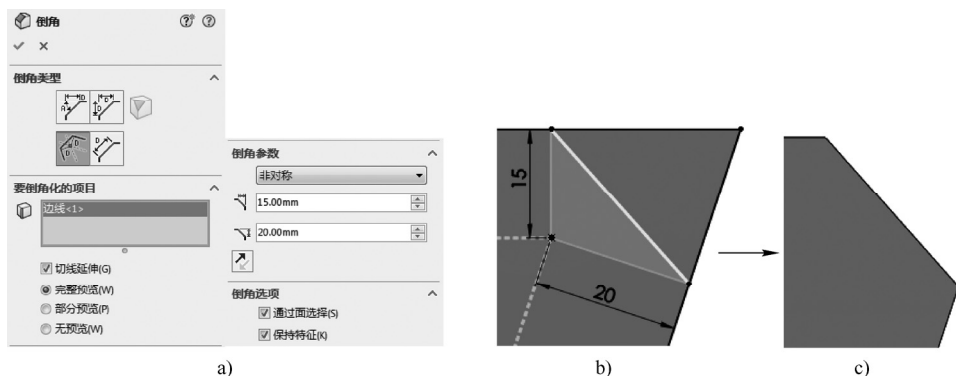

图 4-35 “等距面”倒角方式
- “等距面”按钮: 选中后,可执行“等距面”方式倒角。该方式下,可通过偏移选定边线相邻的面来创建等距面倒角(注意:该方式也是选中边线进行倒角的),如图4-35所示。系统将首先计算等距面的交叉点,然后计算从该点到每个面的法向距离以创建倒角。